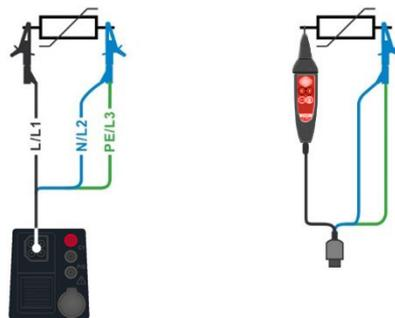

Abbildung 7.14: Anschluss der 3-Leiter-Prüfleitung und der optionalen Commander-Prüfspitze (044155)
- Schließen Sie die Prüfleitungen am Prüfobjekt an (siehe **Abbildung 7.14**.)